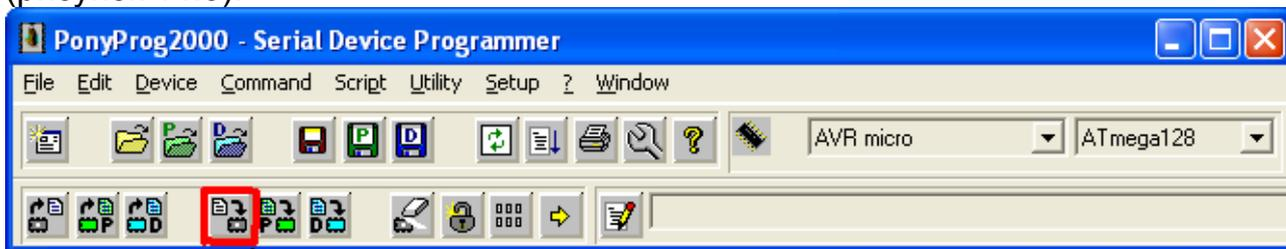
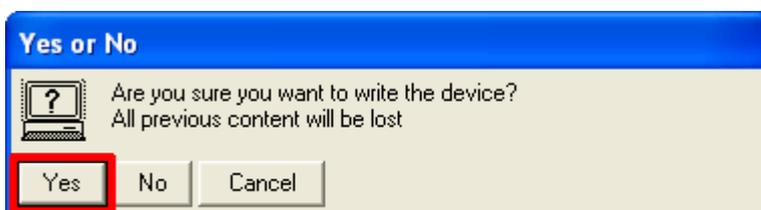

Рис. 14.1 – Главное окно Pony Prog.
Рис. 14.2 –Окно Yes or No.
3.27 В меню главного окна (рисунок 14.1) нажать на значок Write Device (позиция 1). В появившемся окне (рисунок 14.2) нажать YES (позиция 1). Должна появиться линейка процесса. Дождаться завершения процесса. По завершении должно появиться сообщение Write Successful, нажать OK (рисунок 14.3).